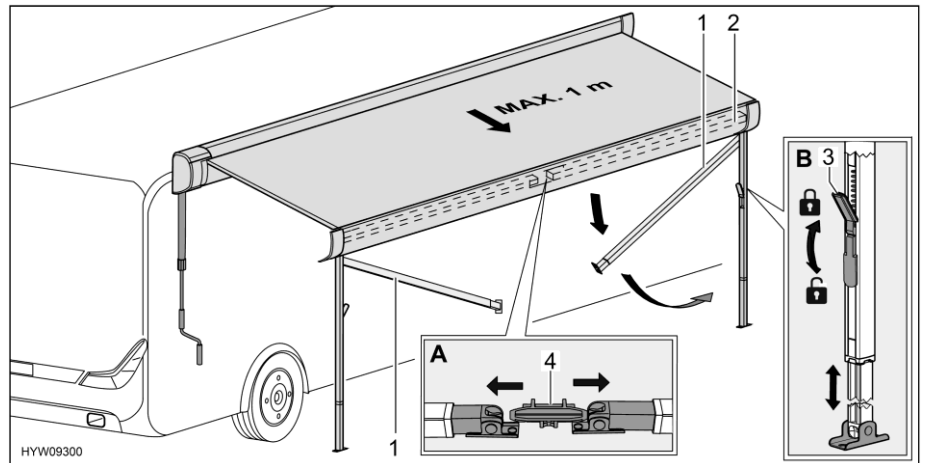

Bild 26 Stützfüße vorbereiten
- Stützfüße (Bild 26,1) aus Halterung (Bild 26,4) in der Frontleiste (Bild 26,2) lösen. Dazu Stützfüße leicht nach außen drücken (Bild 26,A).
- Verriegelungen (Bild 26,3) der Stützfüße lösen. Dazu den Verriegelungshebel nach unten klappen.
- Unteren Teil der Stützfüße bis zur gewünschten Länge herausziehen (Bild 26,B).
- Verriegelungen (Bild 26,3) der Stützfüße schließen. Dazu den Verriegelungshebel nach oben klappen.